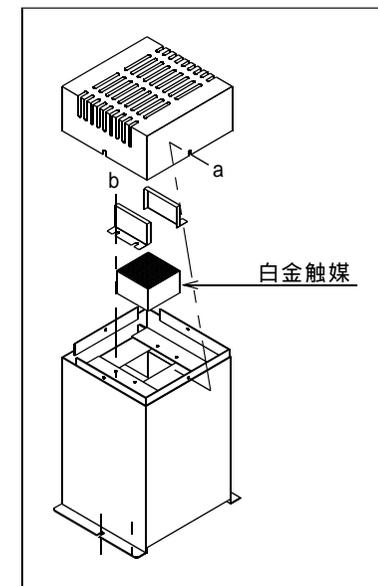

図2
脱臭装置は熱処理中で発生するガス、を白金触媒の酸化作用で無臭、無毒の気体にするものです。多量のカボン、ワックス、シリコン等が発生する場合は処理しきれずに触媒の表面に付着し、性能が低下する場合があります。この場合は、白金触媒だけを取り出して電気炉で500程度で約1時間空焼きを行いますと、性能が復帰する場合があります。（白金触媒の交換方法は図2参照）
- 1：図2のaネジ4本を取り、ステンレスカバーを取ります。
- 2：次に図2のbネジ4本を取り、内部の白金触媒を取り出します。